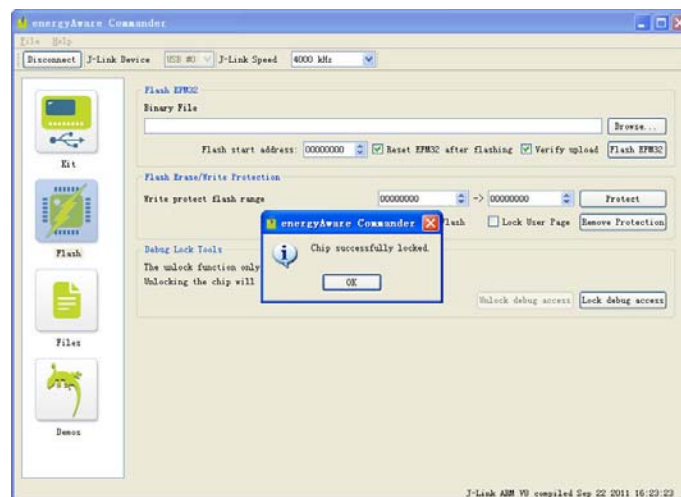

图 4.4 Debug Lock 成功
(4)若芯片 Debug 接口上锁成功，那么界面中将弹出如图 4.4 所示对话框。